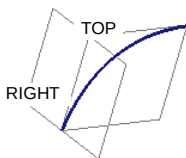
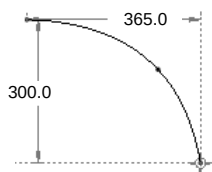

图 4.3.38 草绘 1
图 4.3.39 截面草图
Step2. 创建图 4.3.38 所示的草绘 1，在操控板中单击“草绘”按钮；选取 TOP 基准平面为草绘平面，选取 RIGHT 基准平面为参考平面，方向为右，单击草绘按钮，绘制图 4.3.39 所示的截面草图。